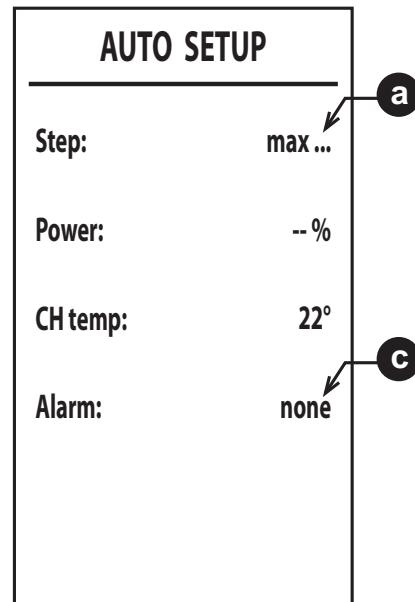

рис. 53
6. После розжига горелка переключается на нагрев с различной мощностью (макс., сп., мин.), как описано в пункте **a** (рис. 53).
8. Если последовательность розжига, описанная в пункте **a**, не удалась, появится сообщение **max_err** в пункте **a** и код ошибки в пункте **c** (рис. 53).